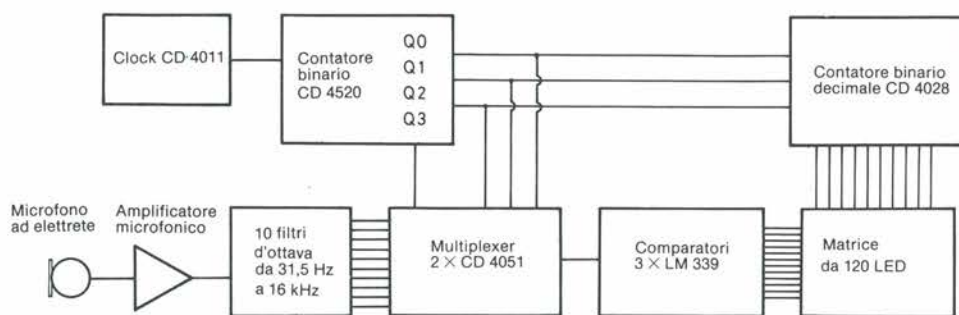

Figura 1. Schema a blocchi.
**C**i sono parecchi modi per visualizzare uno spettro di bassa frequenza ma, trattandosi di un apparecchio tascabile e nell'attesa che le matrici a cristalli liquidi e i filtri digitali possano essere alla portata dei dilettanti, proponiamo di utilizzare filtri attivi e una matrice di 120 diodi LED nella quale, per economizzare le pile, risulterà illuminato un solo diodo alla volta. L'apparecchio copre le dieci bande di ottava normalizzate: 31,5-63-125-250-500-1.000-2.000-4.000-8.000 e 16.000 Hz. In Figura 1 è rappresentato lo schema a blocchi dell'apparecchio: l'ampiezza del segnale è rappresentata verticalmente da un LED acceso su dodici, e viene effettuata una deflessione orizzon-